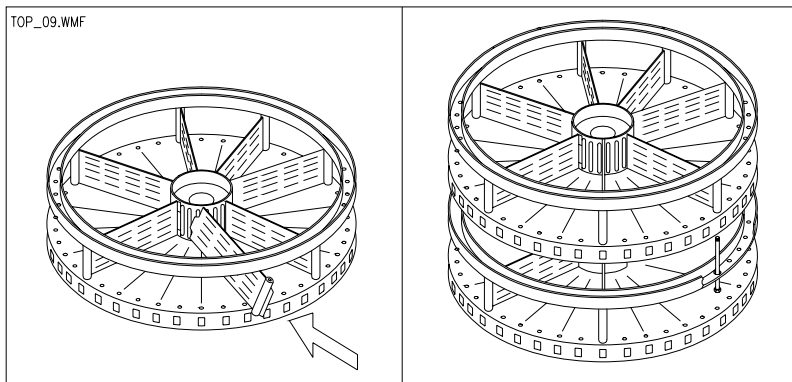

FIG. 9
- 3) Aggiunta di palette: inserire le palette nel mozzo centrale del disco FIG. 9.
- 4) Ruotare il disco che sta sotto a quello di cui si vuole variare il numero delle palette, fino a che il foro grande dell'anello superiore si trovi sotto alla palette che si vorrà aggiungere FIG. 9.